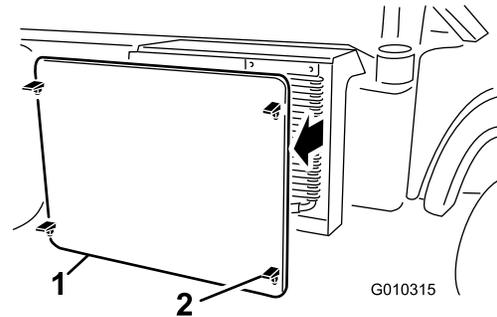

Bild 31
- Lösen und entfernen Sie das Kühlgitter vorne am Kühler (Bild 31).